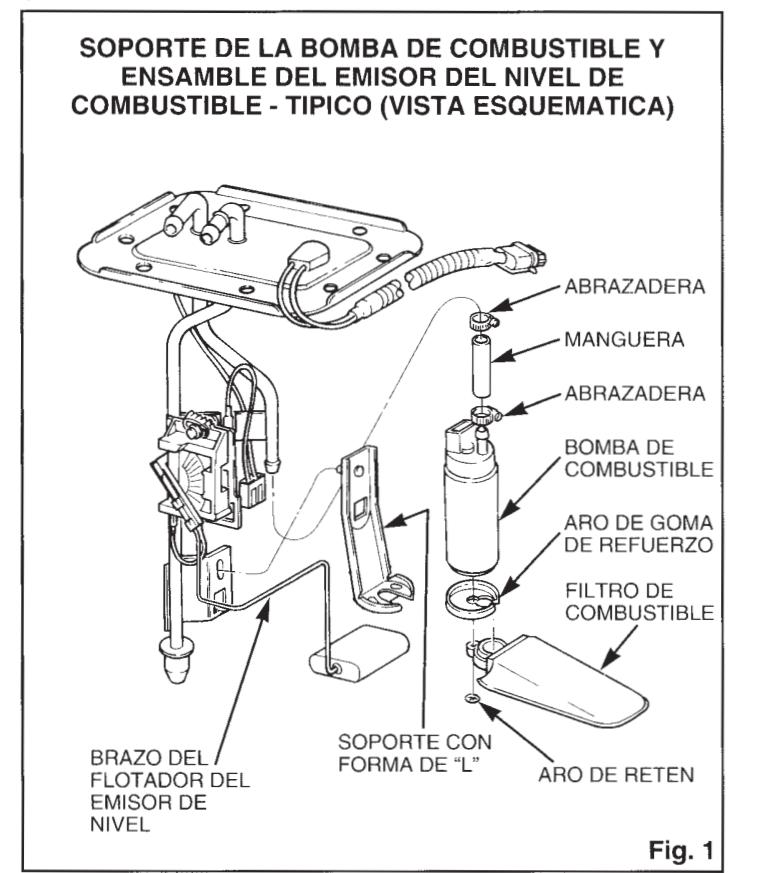

Fig. 1
(Ver Fig. 1)
2) Introduzca el conjunto de la bomba y el filtro en el aro de goma de refuerzo con la bomba correctamente orientada dentro del aro de goma de manera que el filtro sobresalga a través del corte del aro de goma. (Ver Fig. 1)
(Voir Fig. 1)
Installez le support de pompe dans le réservoir à l'aide du nouveau joint torique pour les supports à dessus rond; réutiliser le joint rectangulaire pour les supports à dessus rectangulaire. (Voir Figure 1)